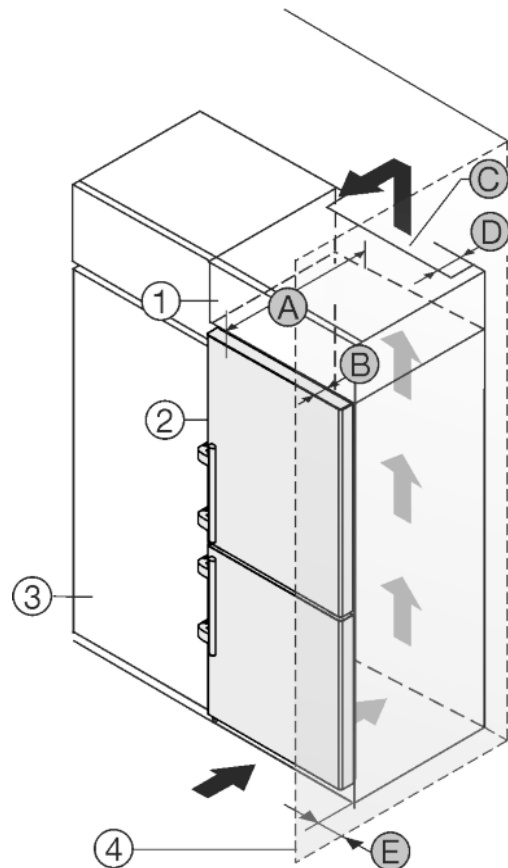

Fig. 13
El aparato se puede rodear de armarios de cocina. Para adaptar el aparato Fig. 13 (2) a la altura de la cocina, se puede instalar un armario Fig. 13 (1) correspondiente sobre el aparato.
El aparato puede colocarse directamente junto al armario de cocina Fig. 13 (3). Para poder abrir totalmente la puerta, el aparato debe sobresalir sobre la profundidad Fig. 13 (B) del frente del armario de cocina. El aparato puede sobresalir más en función de la profundidad de los armarios de cocina y del uso de los distanciadores de pared.
- En la parte trasera del armario superior debe haber una cámara de escape de aire con una profundidad *Fig. 13 (D)* por toda la anchura del armario
- Bajo el techo de la habitación debe mantenerse la sección transversal de ventilación *Fig. 13 (C)*.
Si el aparato se instala con las bisagras junto a una pared *Fig. 13 (4)*, debe mantenerse la distancia *Fig. 13 (E)* entre el aparato y la pared. Esto equivale al saliente del tirador con la puerta abierta